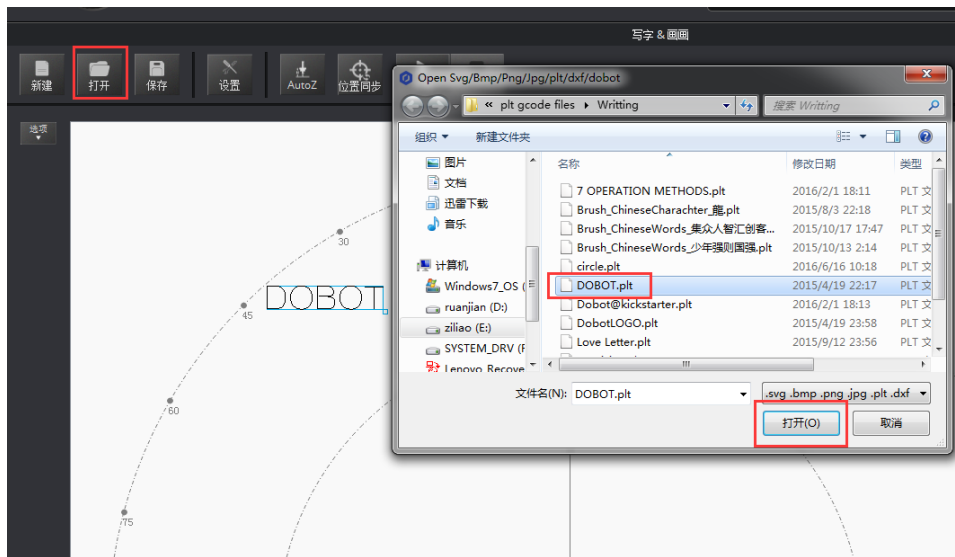

图 5.43 打开制作的PLT或SVG文件
- 在“写字&画画”页面单击“打开”，在系统自带的文件路径“安装目录\DobotStudio\config\prefab\system\source”导入PLT或SVG文件。如图 5.43所示。也可以自行制作PLT或SVG文件来导入DobotStudio软件。